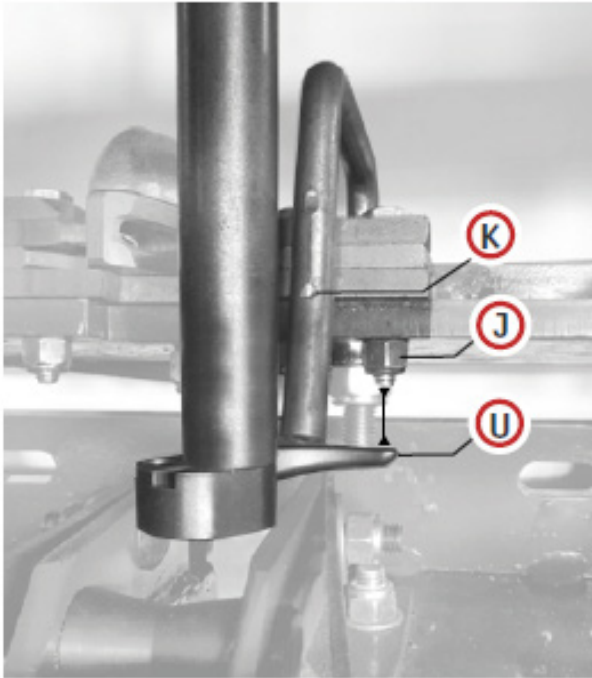

Fig.28
Los torcedores (U) (Fig. 28) se colocan correctamente cuando, en reposo, su extremo está debajo del buje del anudador (K), junto a la tuerca que se encuentra sobre (J).